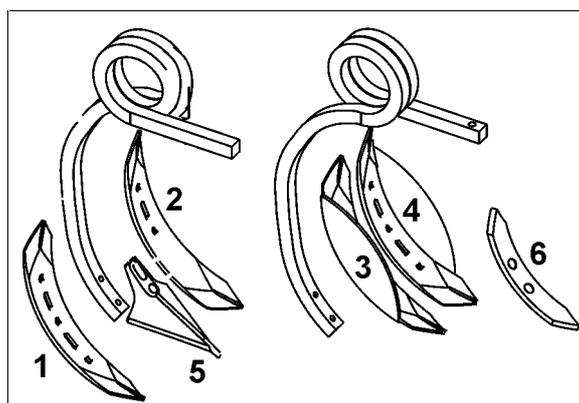

Fig. 14
- **Pala helicoidal (75 mm) (Fig. 14/1,2)**
- **Palas de borde para pala helicoidal (Fig. 14/3,4)**
- **Pala de rastros (Fig. 14/5)**
- **Pala de punta (50mm) (Fig. 14/6)**